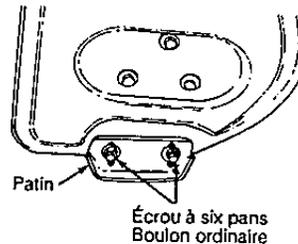

FIGURE 16
- On peut ajuster l'espace entre la lame plate et le sol. Pour débayer complètement la neige, placez les patins à la position basse. Réglez les patins à 1/4 ou po en dessous de la lame plate pour une utilisation normale. Utilisez les positions intermédiaire ou haute lorsque la surface à débayer est irrégulière. Voir la figure 16.